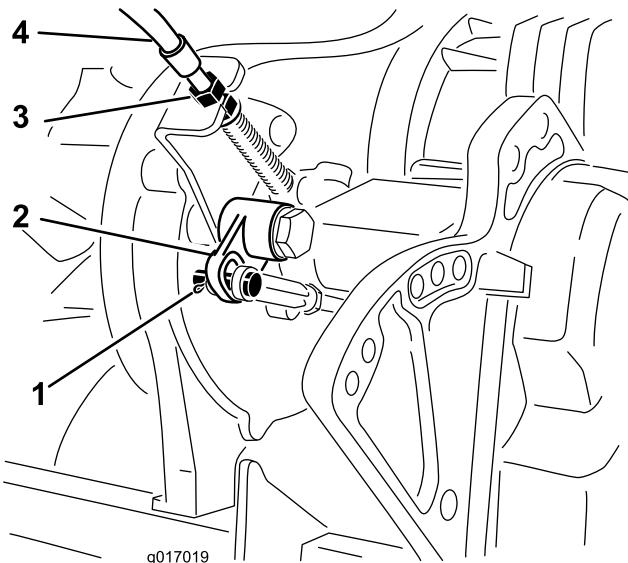

Figura 46
Nota: In caso di effettivo allentamento, regolate i controdadi sulla paratia (Figura 46) per tendere il cavo senza allungare la molla.
4. Togliete la coppiglia e il perno con testa che fissano il perno con testa dell'asta della leva a squadra alla leva della leva a squadra (Figura 46).
5. Scollegate il perno con la testa dalla leva della leva a squadra (Figura 46)
8. Sulla paratia di trasmissione (Figura 46), regolate i controdadi del cavo in modo da ridurre la distanza alla leva a squadra adeguandola alla modifica precedente.